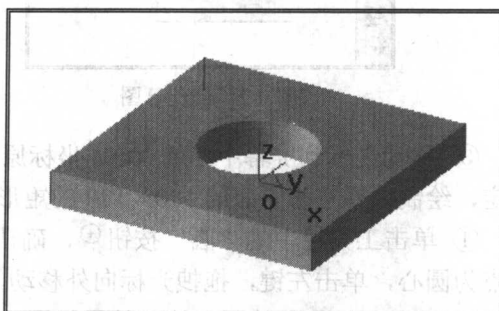

图 0-9 拾取过渡边
② 使用默认过渡半径值，移动光标至实体侧边位置，待光标提示变为时，单击左键，拾取该实体边为过渡边。同样，拾取其他两条可见的实体侧边。
③ 按住 **Shift** 键，多次按  键，旋转实体至背面可见，拾取侧边，如图 0-9 所示，单击 **确定** 按钮，生成圆角过渡。